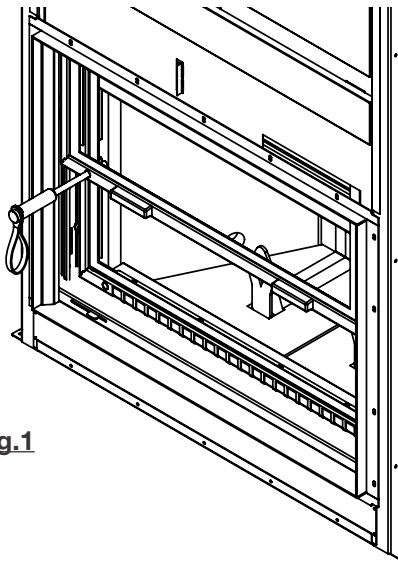

fig.1
1. Pour installer le déflecteur arrière (Fig. 1), inclinez et déplacez le déflecteur dans la chambre à fumée jusqu'à ce qu'il ait dépassé le support du haut au fond de l'appareil.
**4.** Dévissez les dispositifs de retenue supérieurs et inférieurs à l'intérieur du cadre de porte. (FIG.1)
2. Soulevez l'écran. Abaissez l'écran depuis l'intérieur de l'appareil (Fig. 1).